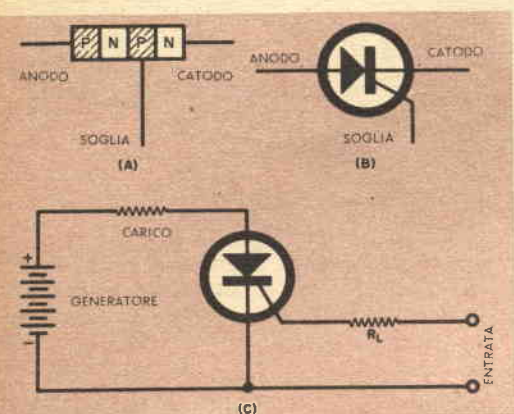

Fig. 2 - Costituzione (A) del nuovo rettificatore controllato al silicio della General Electric, suo simbolo (B) e suo uso (C) in un circuito commutatore.
Fondamentalmente formato da tre giunzioni consistite, com'è illustrato in fig. 2 (A), di regioni alternate di materiali semiconduttori tipo p e n. Il simbolo è quello di fig. 2 (B).
Sotto molti aspetti il funzionamento del rettificatore controllato è simile a quello dei thyatron con griglia di controllo; può perciò essere usato per le stesse applicazioni. Un circuito commutatore è illustrato in fig. 2 (C); il generatore cc è collegato in serie col rettificatore controllato e col carico. Normalmente, per l'alta resistenza offerta dal rettificatore controllato, una corrente bassissima o nulla può scorrere nel carico. Quando un segnale di controllo viene applicato all'elettrodo di soglia attraverso la resistenza limitatrice R_1 , il rettificatore passa da un'alta a una bassa resistenza, permettendo così il trasferimento d'energia al carico.